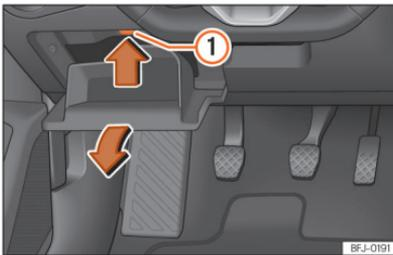

Abb. 229 Auf der Fahrerseite in der Instrumententafel: Abdeckung des Sicherungskastens.
- Ablagefach auf der Fahrerseite öffnen »» (Abb. 229).
- Rastnase »» (Abb. 229) ① in Pfeilrichtung nach oben drücken und gleichzeitig Ablagefach weiter öffnen, bis der Sicherungshalter zugänglich ist.